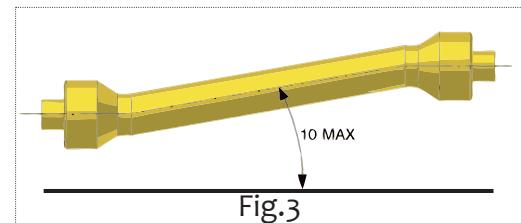

Fig.3
- Die Zapfwelle ausschalten, wenn die Gelenkwellen einen zu offenen Winkel (nie über 10 Grad, Abb. 3) aufweist und wenn sie nicht benutzt wird.
Falls es erforderlich sein sollte, die Maschine über eine längere Strecke zu transportieren, kann diese auf einen Lkw oder einen Bahnwaggon verladen werden. Zu diesem Zweck die Daten zu Gewicht und Abmessungen im Absatz «**1.6 Technische Daten**» nachlesen. Diese Daten sind nützlich, um zu prüfen, ob die Maschine durch Tunnel und Engpässe transportiert werden kann. Für das Heben des Geräts vom Bodenniveau bis auf die Verladefläche kann man einen Kran mit angemessener Tragfähigkeit verwenden, wenn man das Gerät an den gezeigten Lastaufnahmestellen anschlägt. **Verladen mittels Kran:** Sicherstellen, dass der zum Heben des Geräts zur Verfügung stehende Kran eine passende Tragfähigkeit aufweist. Die Lastanschlagstellen zum Heben sind gut sichtbar und werden durch Aufkleber kenntlich gemacht. Siehe Abb. 3. Das Gerät sehr vorsichtig heben und es langsam und ruckfrei auf dem Lkw oder dem Eisenbahnwaggon absetzen.